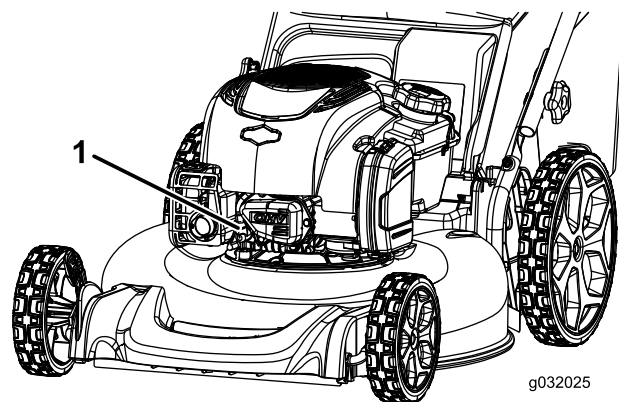

Figura 24
2. Desligue o fio da vela da ignição da vela da ignição (Figura 24) antes de executar qualquer procedimento de manutenção.